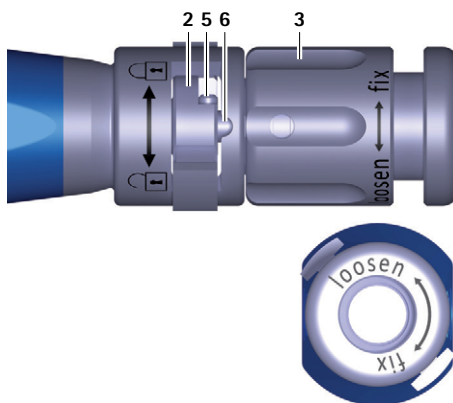

Fig. 1 Vue rapprochée de l'instrument d'insertion, bouton de commande ouvert
- ▶ Tourner l'écrou de serrage **3** sur l'instrument d'insertion **A** en sens inverse des aiguilles d'une montre (sens "loosen") pour pousser la barre **6** vers l'avant, voir Fig. 1.
- ▶ Tourner le bouton de commande **2** vers la gauche (sens ⤵), voir Fig. 1.
- Tourner le bouton de commande **2** vers la gauche (sens ) voir Fig. 1.
- Vérifier la position d'accouplement de l'instrument d'insertion **A**, voir Fig. 1.
- Tourner le bouton de commande **2** vers la gauche (sens ⌚), voir Fig. 1.
- Tourner l'écrou de serrage **3** en sens inverse des aiguilles d'une montre (sens "loosen") pour pousser la barre **6** vers l'avant, voir Fig. 1.